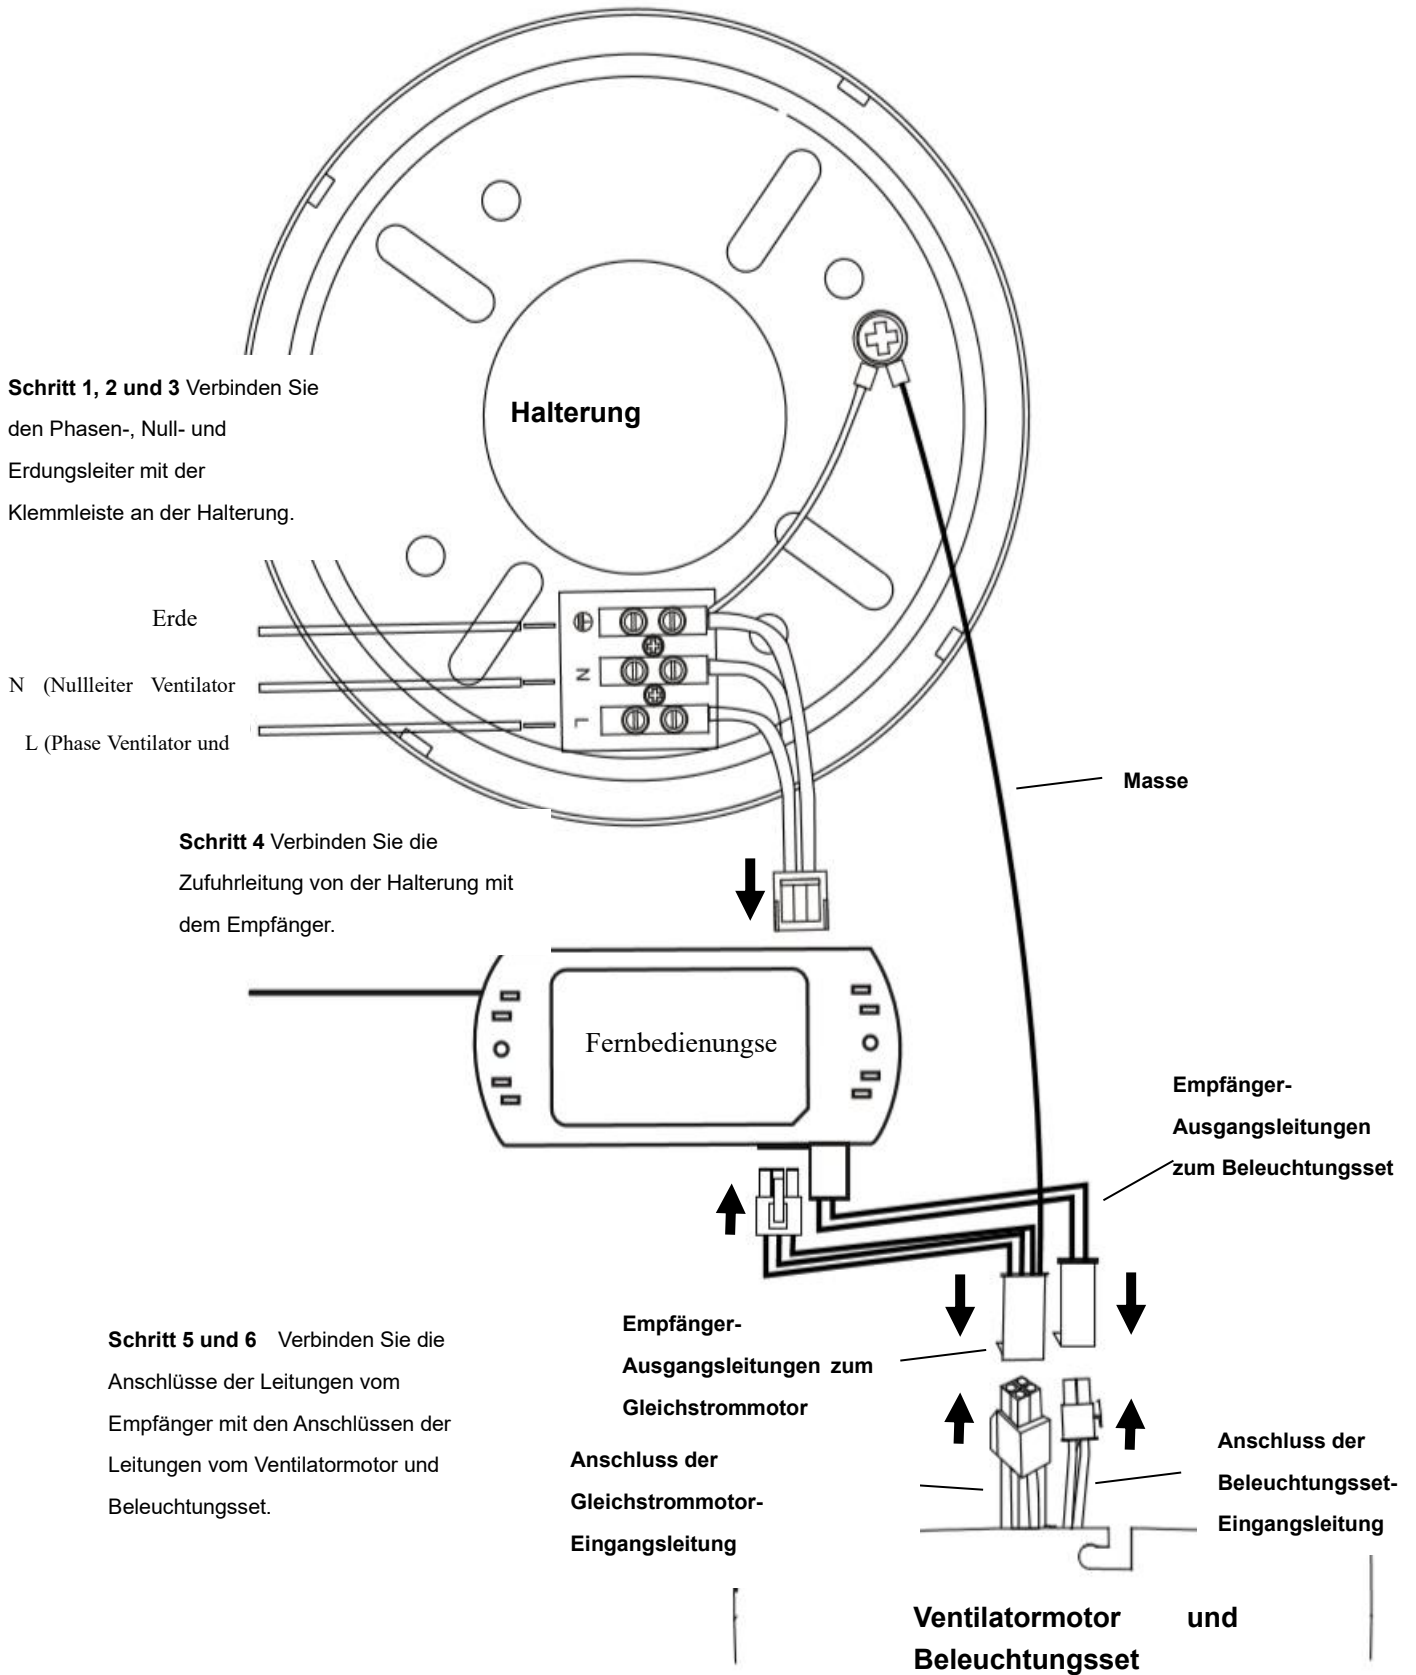

Abb. 4
Von der Netzversorgung zur Klemmleiste an der Montagehalterung: (Abb. 4)
Von der Montagehalterung zum Empfänger und Motor: (Abb. 4)
5. Schließen Sie die Ausgangsleitungen des Gleichstrom-Motorantriebs/-Empfängers (von der Halterung mit Erdungsleitung) an den Ausgang des Gleichstrom-Motorantriebs/-Empfängers an (**Abb. 4**). Schließen Sie die Ausgangsleitungen des Gleichstrom-Motorantriebs/-Empfängers mit Erdungsleitung (von der Halterung mit Erdungsleitung) an den Eingang des Ventilatormotors an (**Abb. 4**).